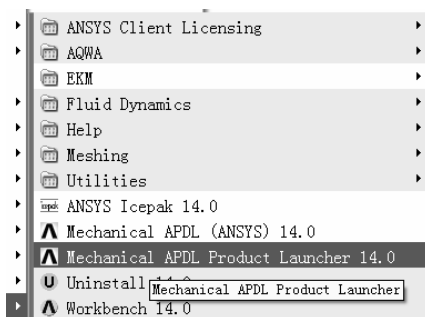
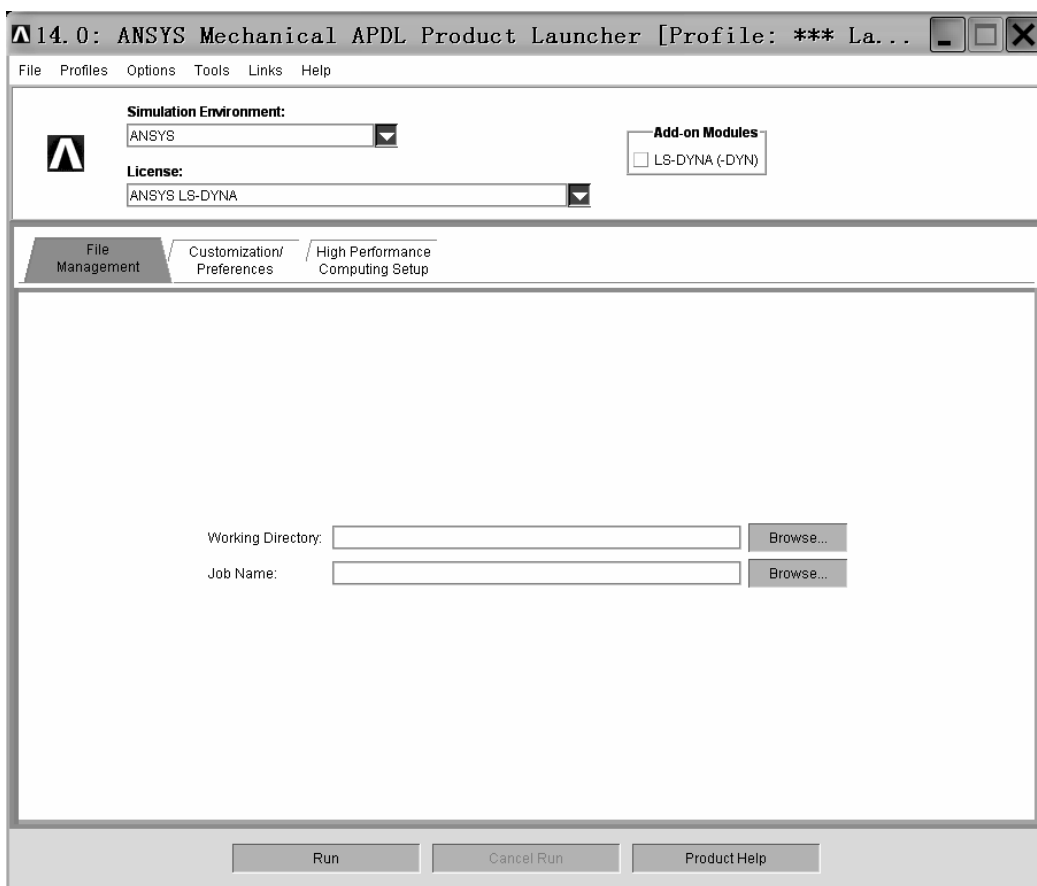

图 10-2 “Mechanical APDL Product Launcher 14.0”图标
图 10-3 “14.0: ANSYS Mechanical APDL Product Launcher [Profile:***La...”窗口
(1) 在“开始”菜单中指向“ANSYS 14.0”文件夹，出现“Mechanical APDL Product Launcher 14.0”图标（见图 10-2）。单击“Mechanical APDL Product Launcher 14.0”图标，弹出“14.0: ANSYS Mechanical APDL Product Launcher [Profile:***La...”窗口（见图 10-3）。